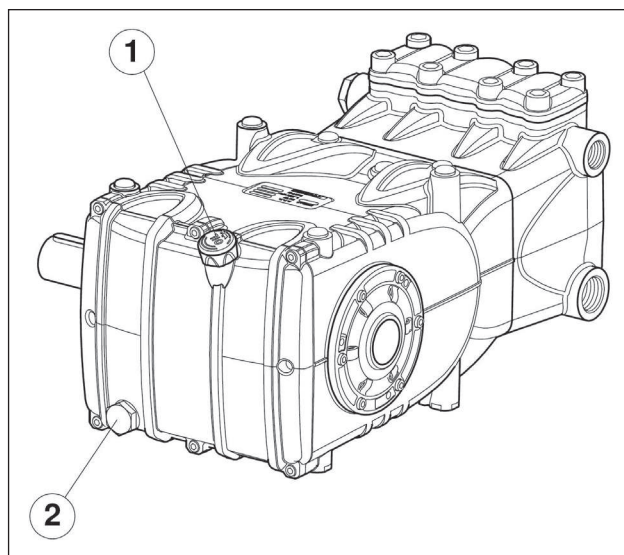

Fig. 3
Desde la varilla de nivel de aceite pos. ①, Fig. 3.
El control correcto del nivel de aceite se realiza con la bomba a temperatura ambiente, el cambio de aceite va realizado con la bomba a temperatura de funcionamiento retirando: la varilla de nivel de aceite pos. ①, y, a continuación, el tapón pos. ②, Fig. 3.
Introducir una sonda de temperatura en el tapón de descarga de aceite pos. ② Fig. 3.